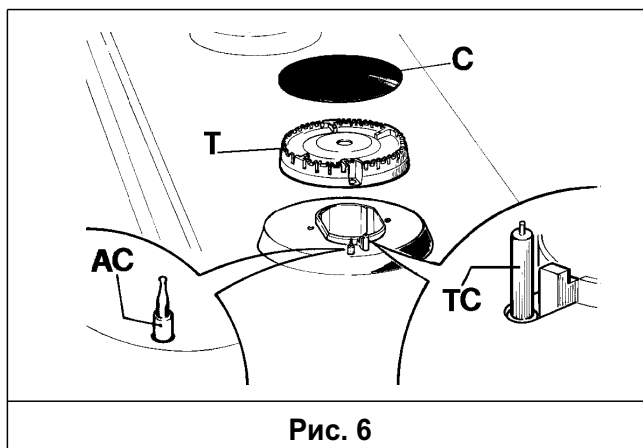

Рис. 6
Варочную панель, эмалированные решетки, эмалированные крышки конфорок «С» и рассекатели конфорок «Т» (рис. 6) необходимо периодически мыть теплой водой с мылом. Затем все части следует тщательно промыть и высушить. Запрещается мыть неостывшую панель и использовать абразивные средства. Не оставляйте надолго на эмалированных поверхностях прибора уксус, кофе, молоко, соленую воду, лимонный или томатный сок.
- Проверьте, чтобы эмалированные крышки конфорок «С» (рис. 6) были правильно установлены на своих рассекателях. Они должны лежать устойчиво.